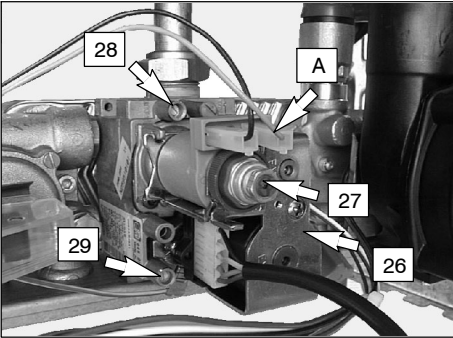

fig. 7.2
Después de cualquier medición de las presiones de gas, **cerrar debidamente** las tomas de presión utilizadas (29 y 28 en la fig. 7.2). Además, después cada operación de regulación gas, los órganos de regulación de la válvula gas tienen que ser sellados.
- 2 Con la caldera apagada (fuera de servicio), controlar la presión de alimentación, utilizando la toma de presión a la entrada de la válvula de gas 29 en la fig. 7.2 y comparar el valor leído con aquéllos indicados en la tabla **Presiones de alimentación de gas** en pág. 10, 11
- 4 Abrir la toma de presión a la salida de la válvula de gas 28 en la fig. 7.2 y conectar un manómetro.
Para ajustar la presión hacia el quemador, hace falta actuar sobre la tuerca de latón del actuador modulante 27 en la fig. 7.2
- 8 Desconectar el hilo de alimentación "A" del actuador modulante 27 cuidando que no llegue a tocar las piezas metálicas de la caldera fig. 7.2
sujetando la tuerca de latón del actuador modulante 27 en la fig. 7.2
10 Volver a conectar el hilo de alimentación "A" del actuador modulante fig. 7.2
12 Cerrar la toma de presión 28 en la fig. 7.2